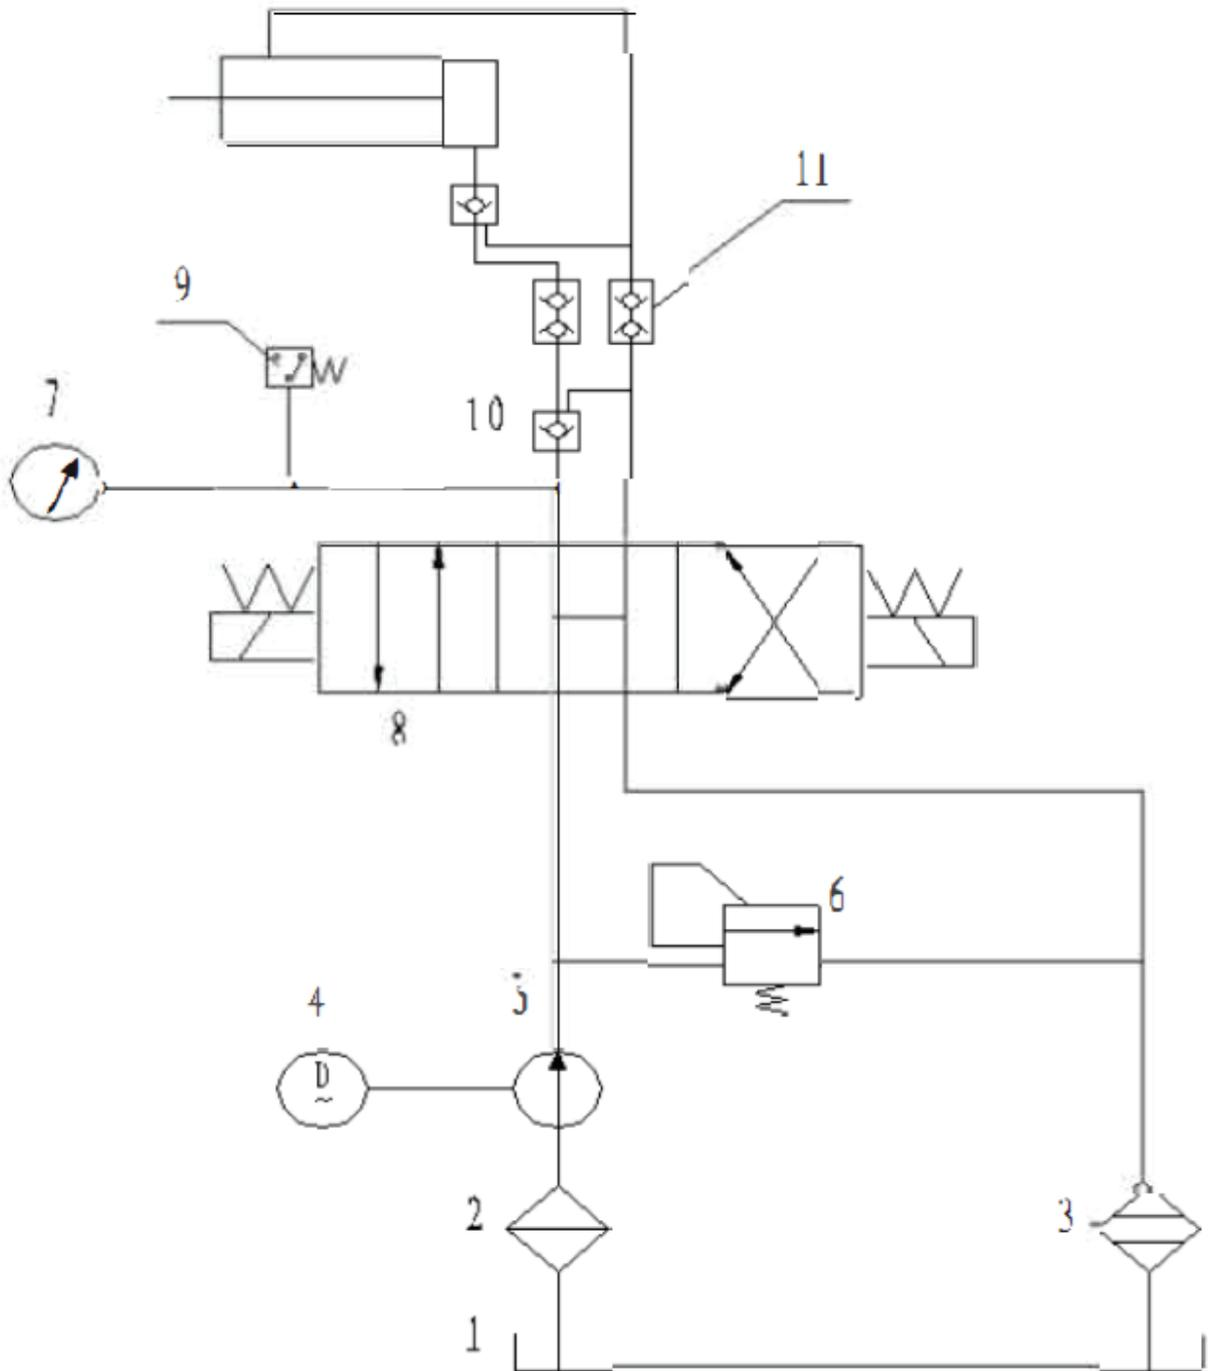

Рис.4. Гидравлическая схема
6.3. Насосная станция состоит из электродвигателя (4, Рис.4.), с которым муфтой соединен шестеренный насос (5, Рис.4.), гидробака (1, Рис.4.), гидропанели, на которой установлен гидрораспределитель с электроуправлением (8, Рис.4.), и предохранительный клапан (6, Рис.4.). При подаче напряжения (кнопкой «НАСОС СТАРТ» (9, Рис.2.) на пульте управления), электродвигатель передаёт через муфту вращение на насос, который всасывает рабочую жидкость из гидробака через фильтр (2, Рис.4.) и подаёт её по напорной магистрали к гидрораспределителю (8, Рис.4.). На напорной магистрали установлен предохранительный клапан (6, Рис.4.), который в случае превышения давления в гидросистеме сверх номинального (например, при окончании зажатия элемента) перепускает рабочую жидкость в гидробак. Гидрораспределитель в зависимости от поданного напряжения (повороте ручки «ЗАЖИМ» (11, Рис.2) в положение «ЗАЖАТЬ» или «РАЗЖАТЬ» (11, Рис.2) на пульте управления) направляет поток рабочей жидкости по маслопроводам в соответствующие (поршневую или штоковую) полости гидрозажимов наголовников. Контроль давления рабочей жидкости осуществляется с помощью манометра, установленного на приборной панели Рис.2.
- предохранительный клапан (6, Рис.4) закрутить по часовой стрелке до упора. Затем, поворачивать против часовой стрелке до совмещения рисок, что будет означать установление давления 280 бар. Дополнительный полный оборот против часовой стрелки позволит установить давление 160 бар.